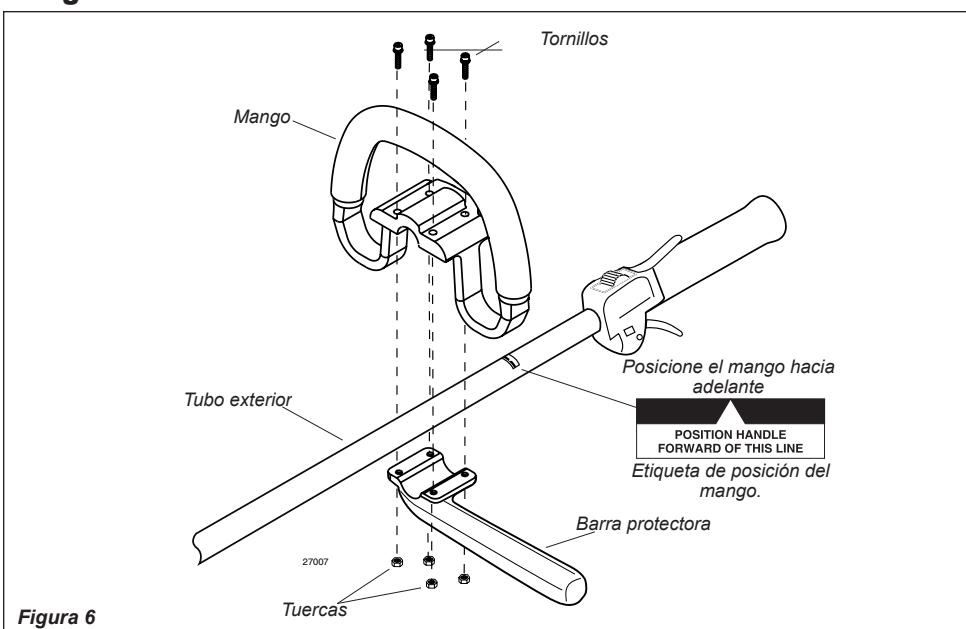

Figura 6
1. Posicione el mango adelante de la placa de posición en el tubo exterior. Consulte la figura 6.
2. Fije el mango al tubo exterior con la barra protectora y los tornillos retenedores. Asegure ligeramente los tornillos momentáneamente. Consulte la figura 6.